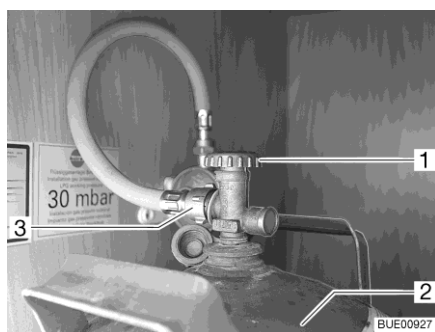

Fig. 131 Compartiment à gaz
- Fermer le robinet principal (Fig. 131,1) de la bouteille de gaz (Fig. 131,2). Observer le sens de la flèche.
- Dévisser la lyre (Fig. 131,3) de sur la bouteille de gaz.